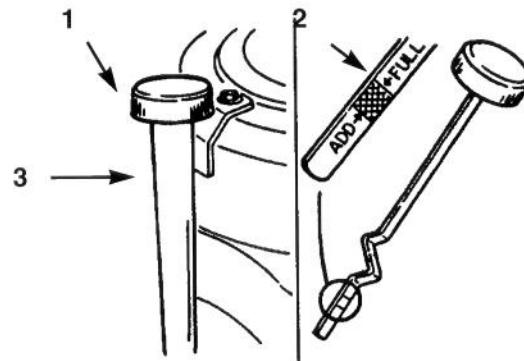

Bild 18
3. Den Bereich um den Ölmeßstab reinigen (Bild 18), so daß keine Schmutzrückstände in das Ölfüllrohr fallen, die zu Motorschäden führen könnten.
4. Den Ölmeßstab abschrauben und das Metallende sauberwischen (Bild 18).
5. Den Ölmeßstab ganz in das Ölfüllrohr einschrauben (Bild 18). Den Ölmeßstab nochmals herausschrauben und das Metallende betrachten. Bei niedrigem Ölstand, langsam genug Öl in das Füllrohr einfüllen, bis der Ölstand die "VOLL"-Markierung erreicht.
7. Langsam ca. 80% der vorgeschriebenen Ölmenge in den Füllstutzen eingießen (Bild 18). Dann den Ölstand kontrollieren; siehe Kontrolle des Ölstands, Seite 20. Langsam mehr Öl einfüllen, bis der Ölstand die "FULL"-Markierung am Meßstab erreicht.